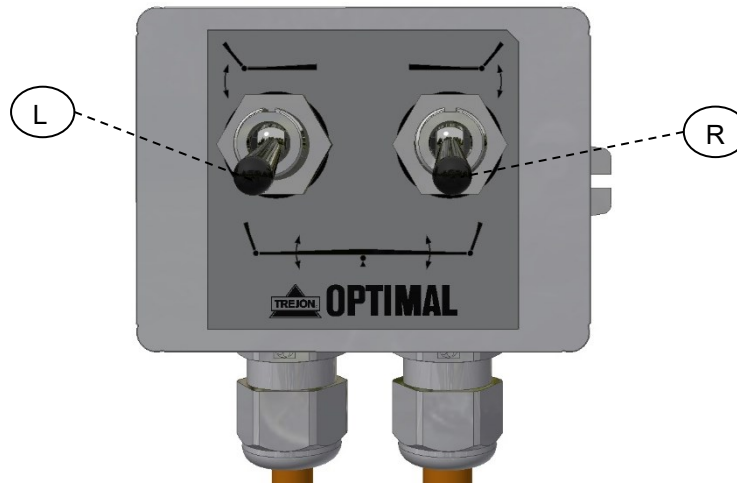

Abb. 25
Der UPX-Pflug wird mit einer Kontrollbox (**Art.-Nr. 330006**) geliefert. Die Kippschalter (L) und (R) der Kontrollbox – siehe Abb. 25 – können in vier verschiedene Positionen gestellt werden; siehe die Tabelle unten.